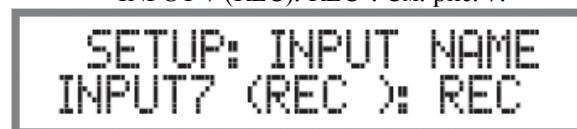

Рисунок 7
2. Поворачивайте регулятор TRIM/SELECT, пока на дисплее не появится надпись “INPUT 7 (REC): REC”. См. рис. 7.